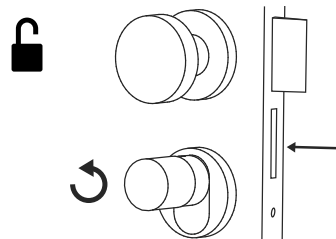

Abb. 2
- 2 Sie erhalten eine visuelle Rückmeldung durch aufleuchten einer roten LED am Transponder. Der Zylinder ist nun freigegeben und das Schloss kann geöffnet (Abb. 2) bzw. abgeschlossen werden (Abb. 3).